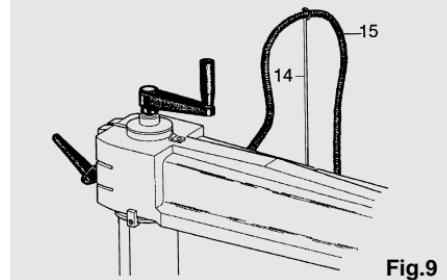

Fig.9
- Fixer maintenant le ressort (14) au bras en utilisant la vis qui est vissée dans le bras lui-même; ensuite insérer dans l'oeillet le câble électrique (15) du moteur comme dans la figure 9.